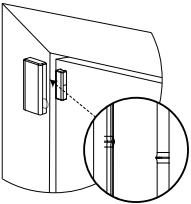

Figure 3: Position de l'appareil et de l'aimant sur la porte et sur le dormant
2. Positionnez l'appareil sur le dormant d'une fenêtre ou d'une porte et l'aimant sur la partie mobile de la porte ou de la fenêtre, alignés sur les repères. Voir la Figure 3.
3. Vissez le socle de l'aimant sur la porte, en prenant soin de l'aligner sur le récepteur. Voir la Figure 3.